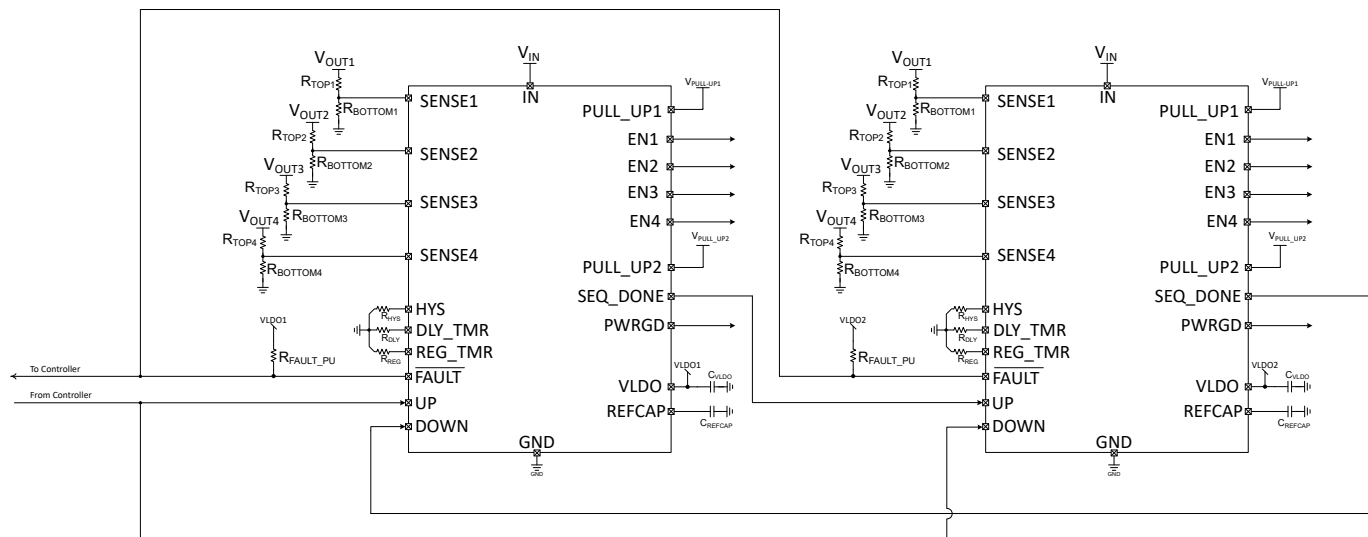

図 8-15. デイジー チェーン構成
TPS7H3014 には、最大 4 つの電圧レールをシーケンス制御/監視するための 4 つの入力チャンネルが内蔵されています。ただし、このアプリケーションで 4 つ以上のチャンネルが必要な場合は、必要に応じて複数のデバイスをデジタイゼーション接続できます。デジタイゼーション構成を、図 8-15 に示します。この場合、ここには 2 つのデバイスのみが表示されていますが、アプリケーションの必要に応じて複数の IC を構成することができます。
3. PULL_UP2 は、PWRGD および SEQ_DONE 出力の出力電圧 High (V_{OH}) をプログラムする入力電源です。これらの出力は通常、システムコントローラ (通常は FPGA または ASIC) やハウスキーピング (維持管理) コントローラに接続されます。デジタイゼーション構成では、図 8-15 に示すように、SEQ_DONE は後続の TPS7H3014 I.C. の UP に接続されます。この電源は、ピンのできるだけ近くに 1μF 以上のコンデンサを配置してデカップリングすることを推奨しています。このアプリケーションでは、V_{PULL_UP1} = 3.3V です。これは、コントローラ I/O の一般的な電圧です。